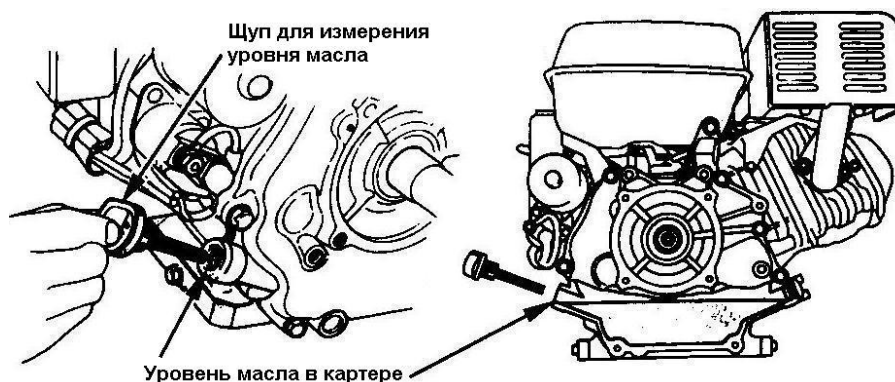

Рисунок 2 – Уровень масла в картере двигателя
- если уровень масла низкий, долейте масло, рекомендованное настоящим руководством до нижнего края заливного отверстия (рисунок 2);